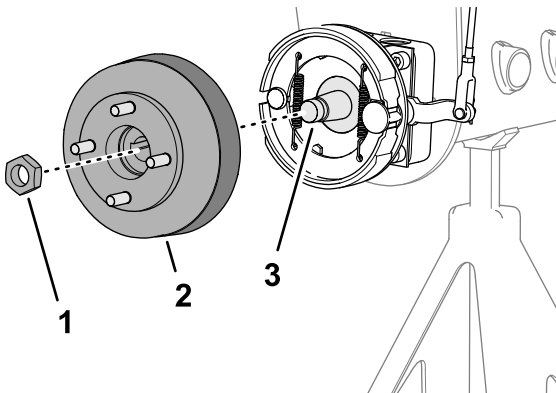
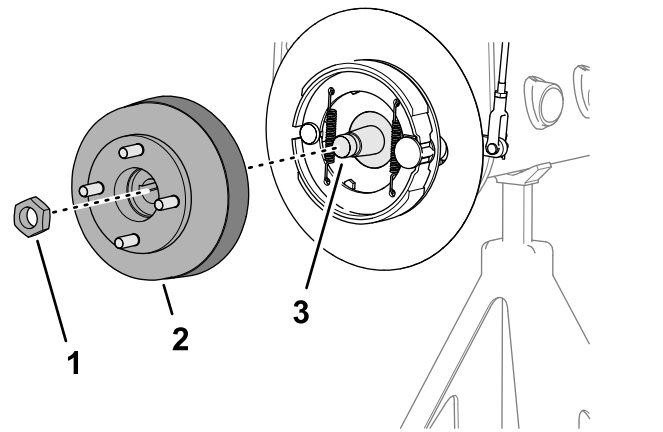

Figure 63
Figure 64
1. Retirez les contre-écrous qui fixent le moyeu sur l'arbre du moteur de roue (Figure 63 ou Figure 64).
4. Utilisez l'extracteur de moyeu de roue spécifié pour déposer le moyeu de roue et le tambour de frein de l'arbre du moteur de roue (Figure 63 ou Figure 64).